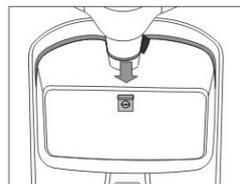

Fig. 8
1.2 **Chiusura del vano portaoggetti:** per aprire il vano, inserire la chiave nella serratura e girarla in senso antiorario fino all'arresto. In seguito premere la serratura verso il basso. Per la chiusura, premere il coperchio, girare la chiave in senso orario ed estrarre la chiave (Fig. 8 e 9).